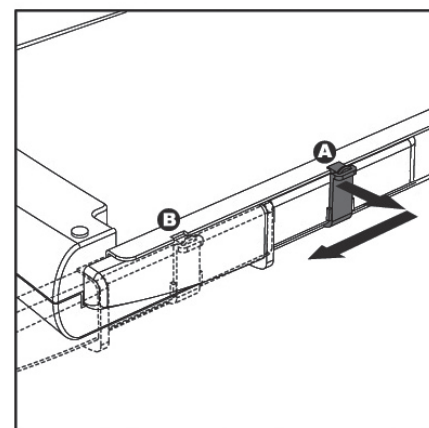

Fig. 1
- La cortadora de guillotina está bloqueada en la tabla de la base. Desenganche el botón de bloqueo desplazándolo a la derecha y muévelo de la posición A a la posición B para desbloquear el mango. (ver Fig. 1)